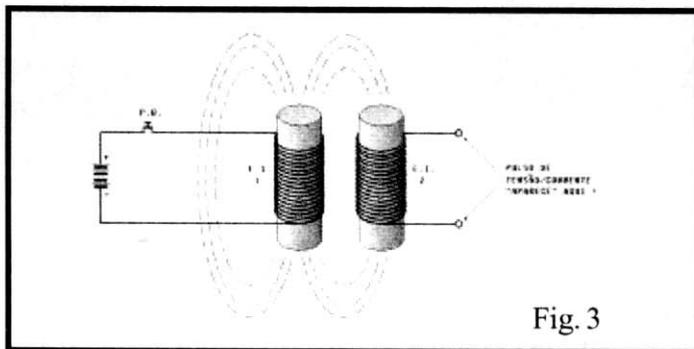

Fig. 3
- FIG. 3 - A TRANSFERÊNCIA (E TRANSFORMAÇÃO...) DA ENERGIA ENTRE OS NÚCLEOS - Agora é que a coisa pega: se, sobre o núcleo extra também enrolarmos um fio condutor (assim como fizemos sobre o núcleo principal - ELETRO-IMÃ...) e for mantida estreita proximidade entre os dois conjuntos, sempre que a CORRENTE for ligada e desligada no **E.I. 1**, o surgimento ou colapso do CAMPO MAGNÉTICO gerado INDUZIRÁ ou fará surgir no segundo enrolamento (**E.I. 2**) um pulso de CORRENTE...!